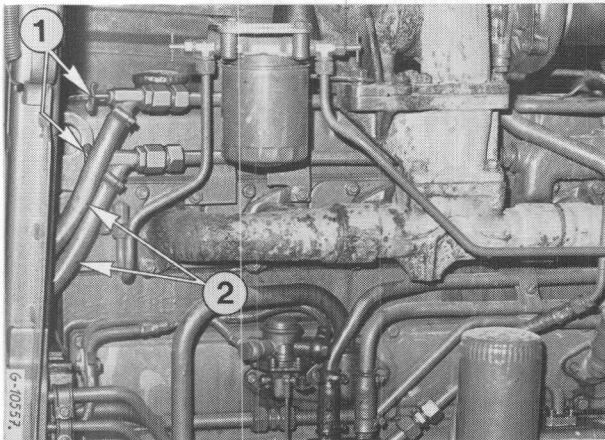

Figure 15
- 2) - Tournez les 2 robinets (1, fig. 15) pour ouvrir le circuit de chauffage. Fermez les robinets lorsque le chauffage est inutile.